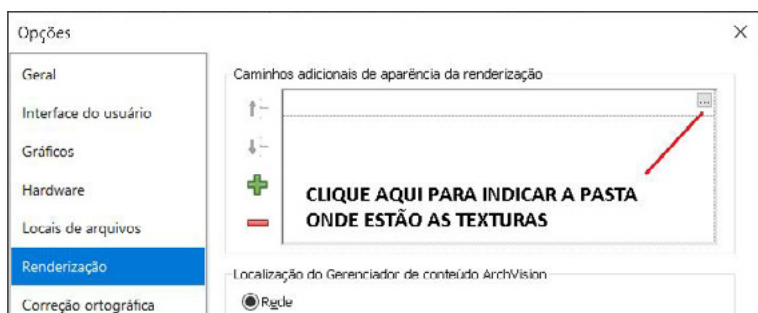

Figura 2 – Indicação do caminho para a pasta de texturas.
3. No campo "Caminhos adicionais de aparência da renderização", clique no botão "..." (Figura 2) para indicar a pasta onde estão as texturas usadas nas famílias da biblioteca BIM da ArcelorMittal (pasta "TEXTURAS");